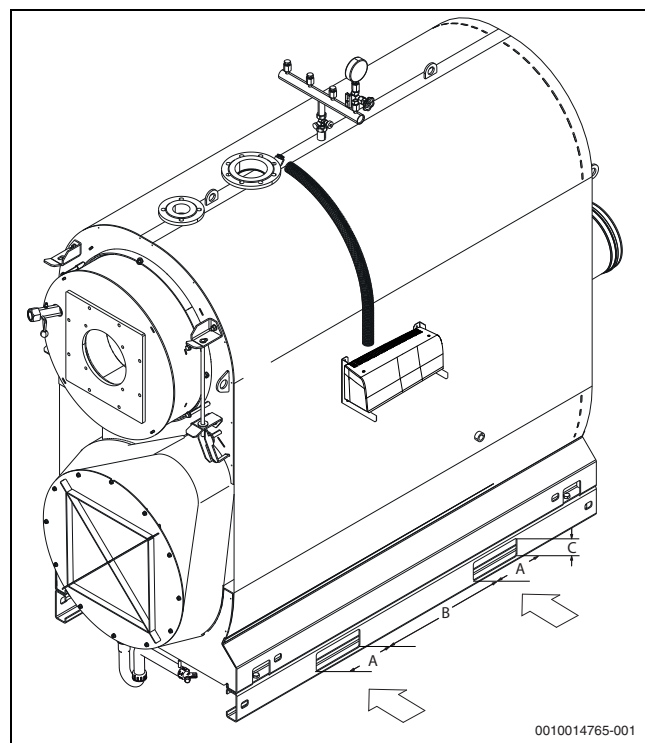

Fig. 5 Transportul cazanului cu motostivuitoarului
- ▶ Introduceți furca motostivuitoarului prin ambele traverse ale cadrului de bază (→ fig. 5, pagina 11).